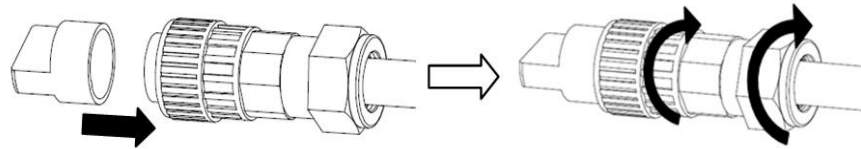

Figura 4.15 Montaje del terminal de CA
B) Sujete el accesorio de plástico (apretado Auxiliar) en el elemento de enchufe, apriete el adaptador en el elemento de enchufe y, después, apriete la tuerca giratoria con un par de 2,5 - 4 nm (consulte la figura 4.15).